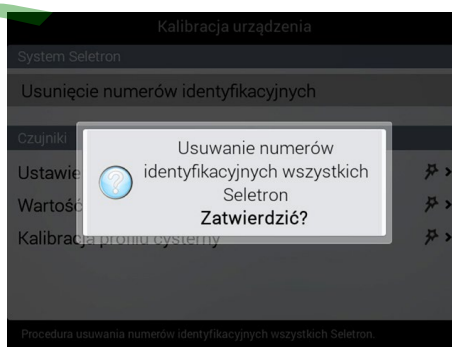

Fig. 139
- Komunikat na Fig. 139 wyświetla się na wyświetlaczu: zatwierdzić usunięcie naciskając ponownie **OK**.